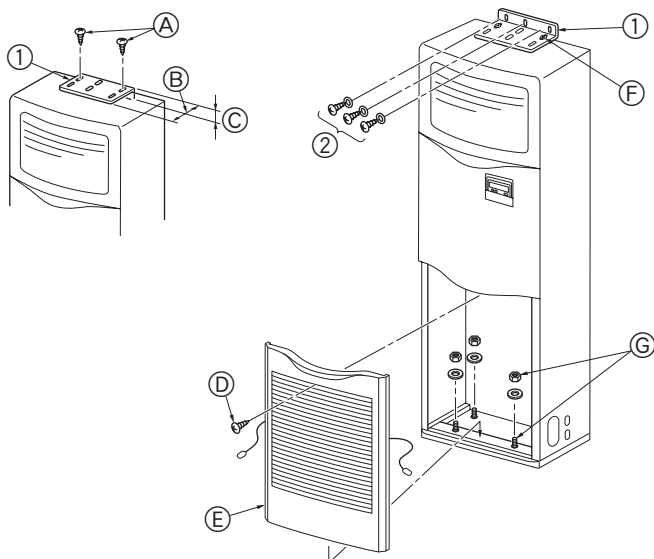

Fig. 3-2
3.2. แผ่นรองป้องกันบริเวณด้านบน (Fig. 3-2)